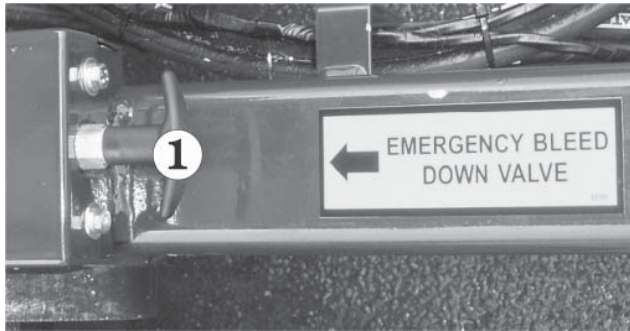

Abbildung 7.28 - Notfallabsenkventil
Betätigen Sie die Notabsenkung durch Ziehen am Kabel ❶ (siehe Abb. 7.28) an der Vorderseite des Fahrgestells. Wenn die Plattform ganz unten ist, das Kabel loslassen.